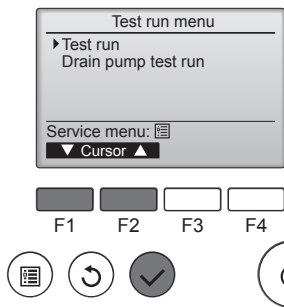

Fig. 6-4
- ④ С помощью кнопки [F1] или [F2] выберите пункт "Test run" (Тестовый прогон) и нажмите кнопку [✓]. (Fig. 6-4)